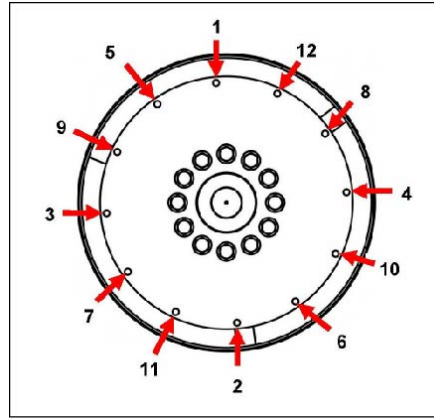

图 22. 固定顺序
10. 拆下校准销。使用头下方的大尺寸垫圈，安装耦合螺栓。拧紧螺栓以将耦合盘固定到飞轮上，如图 22 在第 xx 页 39 所示。